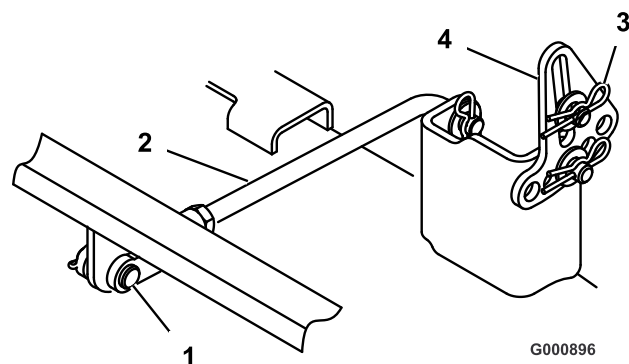

Figure 47
6. Retirez la goupille fendue et l'axe de chape de la tige du tourillon arrière (Figure 47) de chaque côté du plateau de coupe.
7. Retirez la goupille fendue et la rondelle des pattes de mise à niveau (Figure 47) de chaque côté du plateau de coupe. Notez le trou de montage de la patte de mise à niveau en prévision de la repose. Dégagez les pattes de l'axe de montage.
6. Fixez le tourillon arrière à la machine à l'aide de l'axe de chape et de la goupille fendue (Figure 47) de chaque côté du plateau de coupe.
7. Glissez les pattes de mise à niveau sur les axes de montage et fixez-les à l'aide des rondelles et des goupilles fendues (Figure 47).